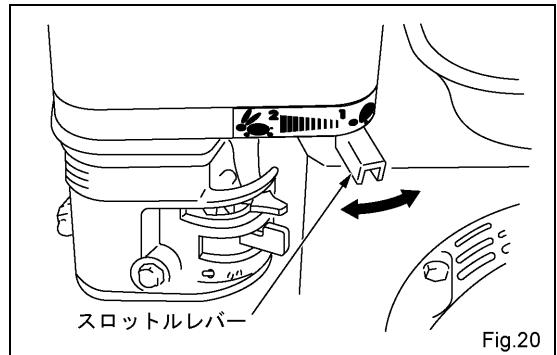

Fig.20
(7) スロットルレバー
- ・スロットルレバーは、最適な作業速度となるような位置に調整して下さい。(Fig.20)